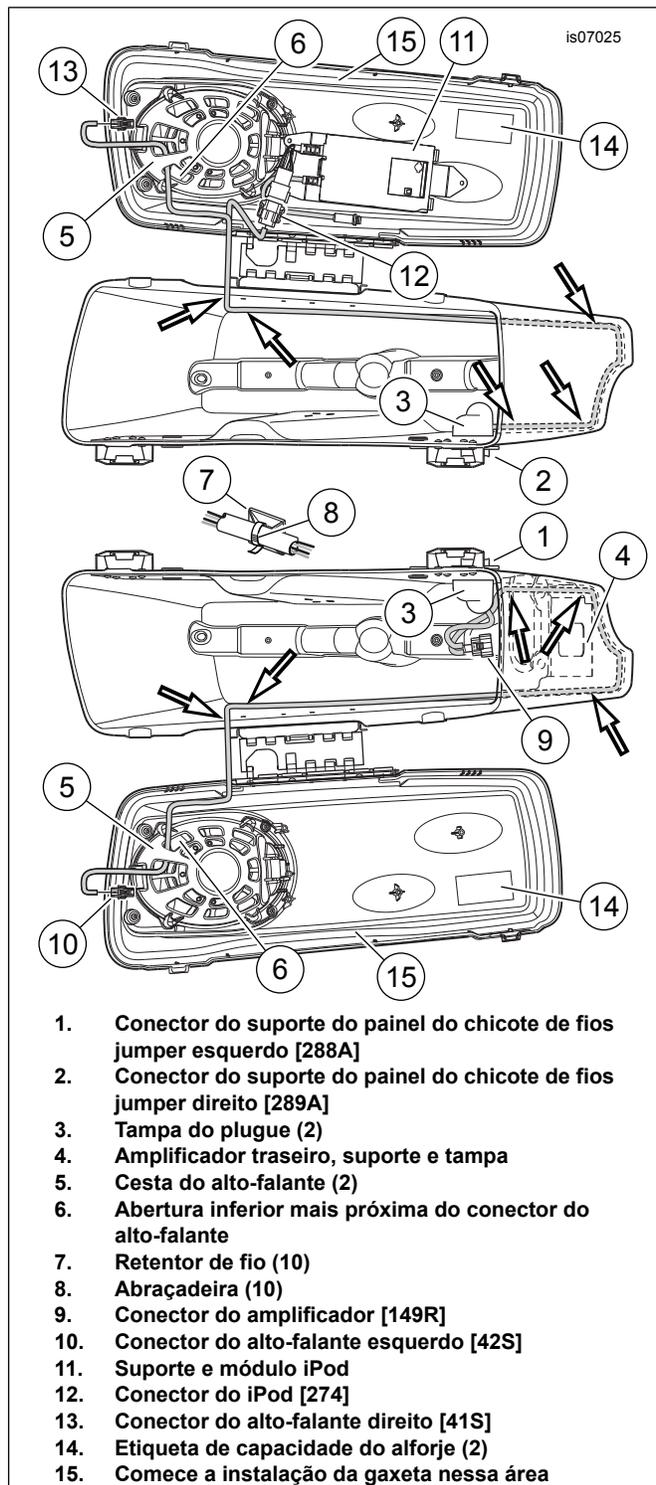

Figura 8. Passagem do chicote de fios dentro dos alforjes
- Comece a instalação da gaxeta no centro da lateral interna da tampa, oposta à dobradiça (veja Figura 8, item 15).
3. Veja Figura 8. Instale a tampa do plugue (3) sobre o conector do suporte do painel (1) e o chicote de fios jumper de **dentro** do alforje. Insira dois parafusos através do flange do conector e da parede do alforje e dentro dos furos rosqueados da tampa do plugue. Aperte com torque de 3,95–4,52 N·m (35–40 in-lbs)
5. Oriente o conector [42S] através da abertura inferior (6) da cesta do alto-falante (5) mais próximo do conector do alto-falante e acople no conector do alto-falante.
6. Pegue cinco retentores de fio (7) e cinco abraçadeiras (8) do kit. Remova a película da traseira adesiva de cada retentor de fio e fixe nas paredes internas do alforje, cerca de 25 mm (1 in) acima da parte inferior do alforje, conforme exibido. Prenda o chicote de fios jumper nos retentores de fios com abraçadeiras.
- Veja Figura 8. Oriente as **duas** hastes do chicote de fios para baixo e depois para trás, ao redor da parede externa e para cima na frente da bolsa da tampa do alforje até a tampa do alforje.
2. Oriente o conector [41S] (item 13) através da abertura inferior (6) da cesta do alto-falante (5) mais próximo do conector do alto-falante e acople no conector do alto-falante .
3. Fixe cinco retentores de fio (7) nas paredes internas do alforje, cerca de 25 mm (1 in) acima da parte inferior do alforje, conforme exibido. Prenda o chicote de fios jumper nos retentores de fios com abraçadeiras (8).